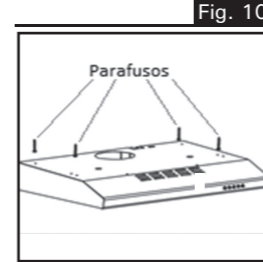

Fig. 10
- Em seguida, encoste o aparelho no armário suspenso e, operando pela parte interna do mesmo, utilize os furos existentes (Fig. 10) para orientar a perfuração, inserindo os 4 parafusos menores em seguida, fixando-os no armário.